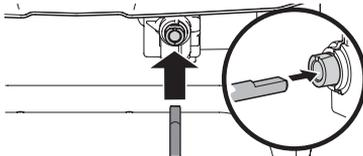

Figura 39
5. Inserte el otro extremo de la varilla de control del canal en el acoplador que se encuentra debajo del panel de la manija. Asegúrese de alinear el extremo plano de la varilla y el extremo plano del acoplador. Puede ser necesario girar la varilla hasta que se alineen estas dos superficies (Figura 39, recuadro).